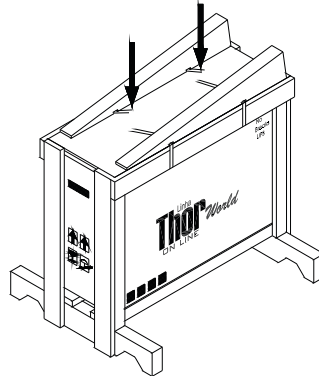

Figura 3.2
- 2 Corte e retire as duas fitas que prendem a tampa superior do pallet (figura 3.2);